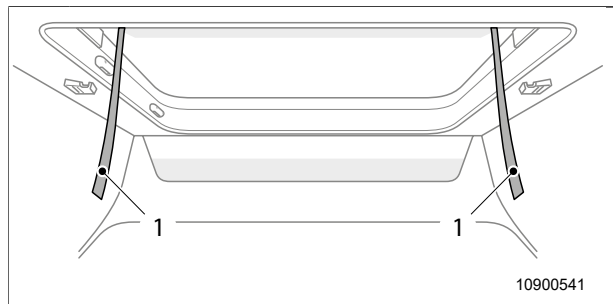

Fig. 43 Chiusura del tetto a soffietto
7. Tirare il tetto a soffietto verso il basso lentamente e in modo uniforme utilizzando le due cinghie (Fig. 43, pos. 1).